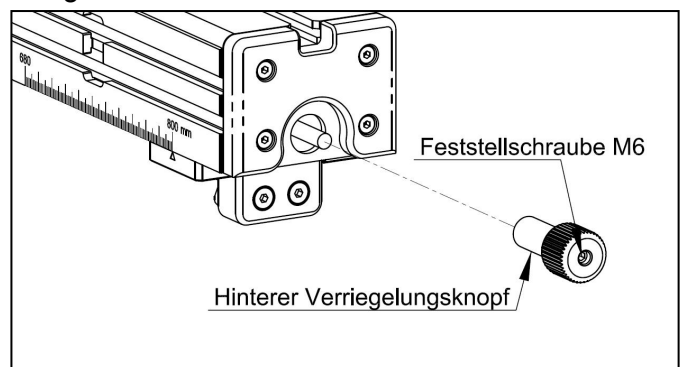

Abb. 9-3
- (3) Lockern Sie die M6-Stellschraube und drehen Sie den hinteren Verriegelungsknopf gegen den Uhrzeigersinn, um ihn zu entfernen, wie in Abb. 9-3 dargestellt.